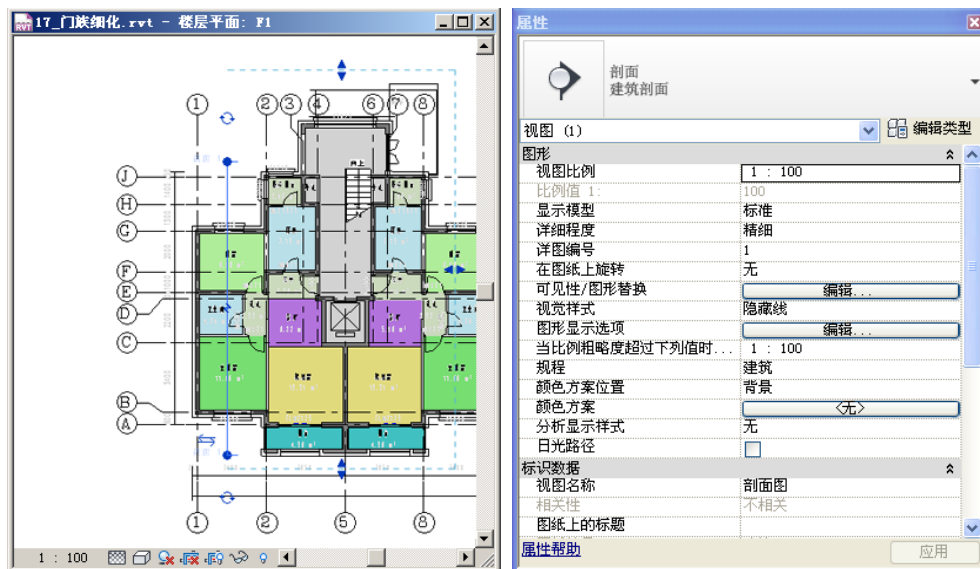

图 5-71
- 9) 打开平面视图 F1，点击“视图”选项卡>“创建”面板>“剖面”工具，在 1 轴与 2 轴之间绘制平行于 1 轴的剖面，选择创建的剖面线，拖拽其裁剪区域如图 5-71 所示；点击“属性”，修改详细程度为“精细”，视图名称为“1”，取消“裁剪区域可见”的复选框，点击“确定”完成修改（如图 5-71 所示）。